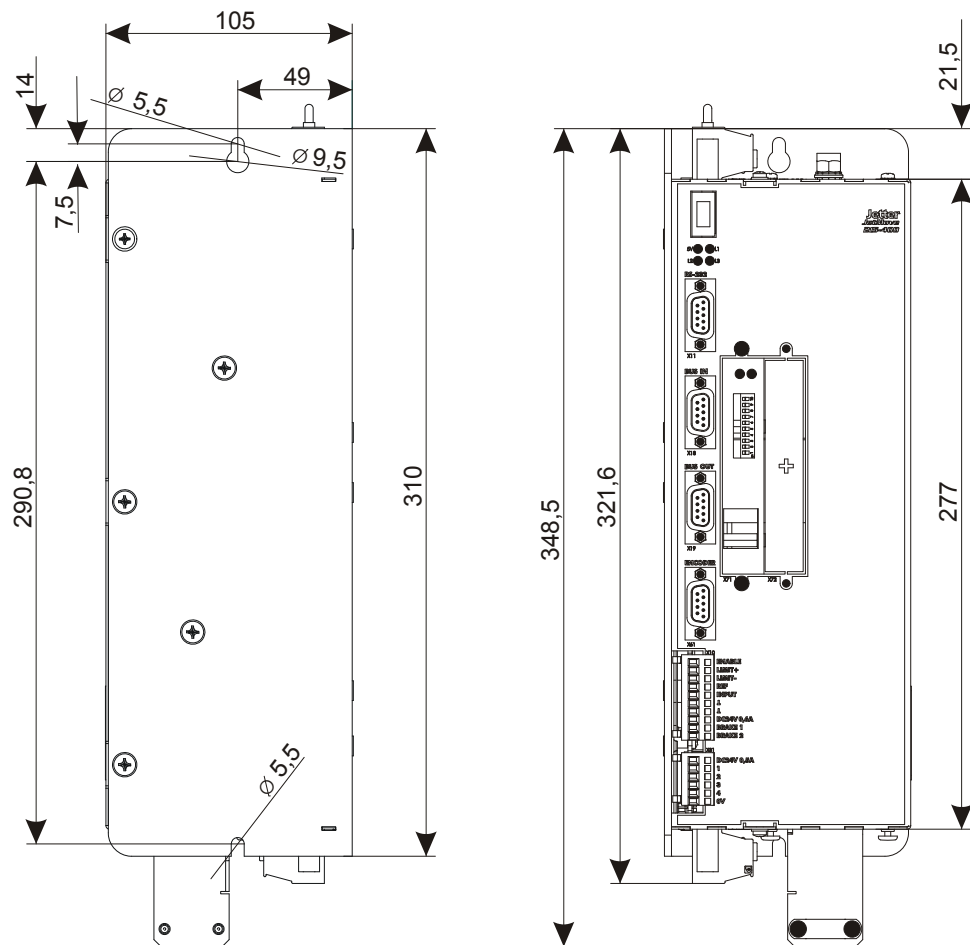

Abb. 4: Rück- und Frontansicht des Gehäuses des JetMove 215B-480 mit Bohrungen
-  Markieren Sie auf der Montageplatte zwei Stellen für die Befestigungsgewinde des JetMove 215B-480 (siehe Abb. 4, Seite 25).
Einbaulage	Senkrecht (siehe hierzu Abb. 4 Seite 25) Für ausreichende Luftzirkulation ist oberhalb und unterhalb des Gehäuses ein Freiraum von mindestens 100 mm einzuhalten.